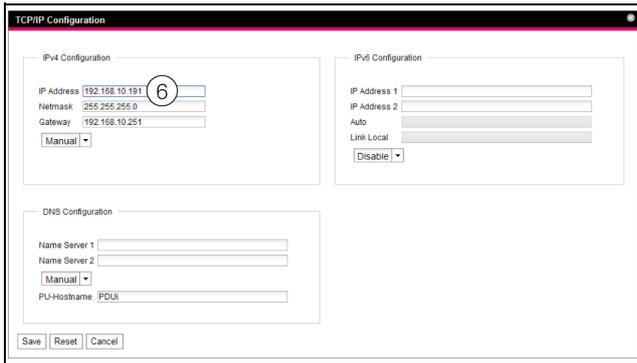

Abb. 22: Anpassen der TCP/IP-Einstellungen
- Ändern Sie im Fenster **TCP/IP Configuration** im Gruppenrahmen **IPv4 Configuration** die IP-Adresse des Geräts auf eine im Netzwerk erlaubte Adresse ab (Abb. 22, Pos. 6).